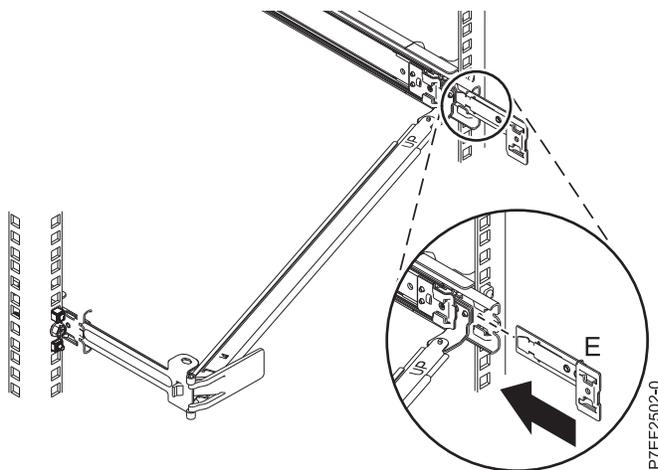

Figura 13. Instalación de la abrazadera de extensión en el riel deslizante
- Deslice la abrazadera de extensión (E) en el riel deslizante derecho hasta que la patilla accionada por resorte quede encajada en su sitio. Para obtener detalles, consulte la Figura 13.